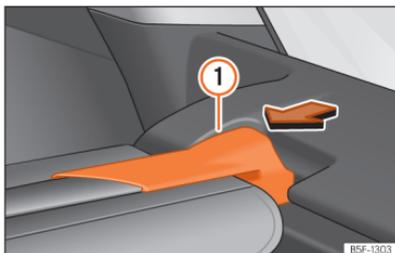

Fig. 182 Na bagageira: desmontar a chapeleira.
- Pressione o suporte da chapeleira >>> **Fig. 182** ① no sentido da seta.
- Encaixe o suporte da chapeleira >>> **Fig. 182** ① no alojamento do outro lado.